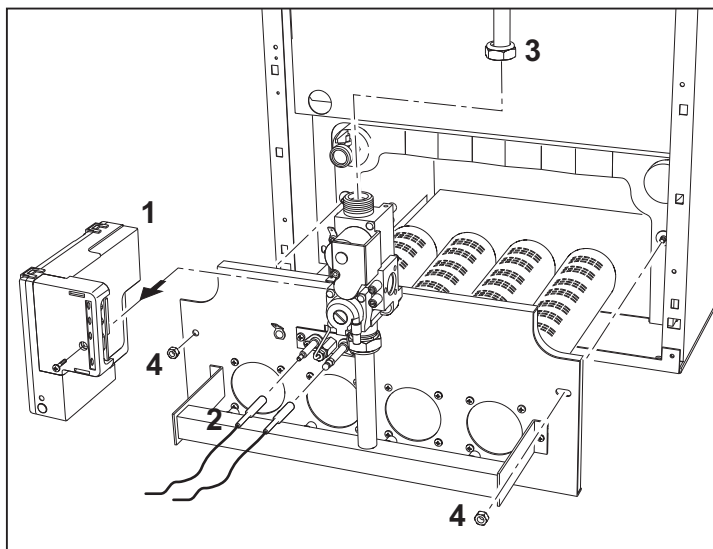

fig. 7
2. Togliere la centralina elettronica di comando "1" della valvola gas (fig. 7);